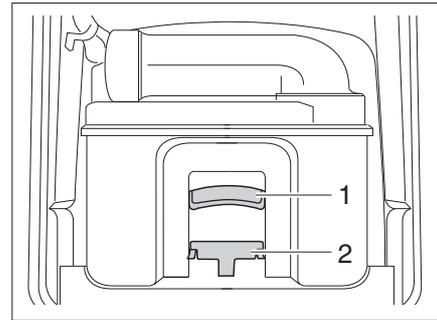

Bild 283 Thetford-Kassette
- Haltebügel (Bild 283,2) nach vorne ziehen um die Toiletten-Kassette zu entriegeln und Kasette am Griff (Bild 283,1) herausziehen.